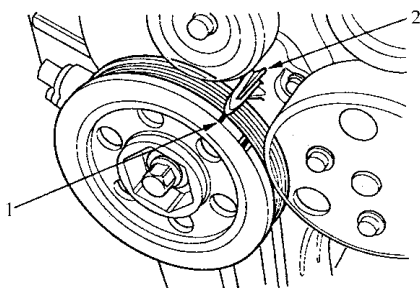

图 2-72 上止点标记与指针对齐
- 4) 转动曲轴带轮，使其上止点(TDC)标记与指针对齐，如图 2-72 所示。